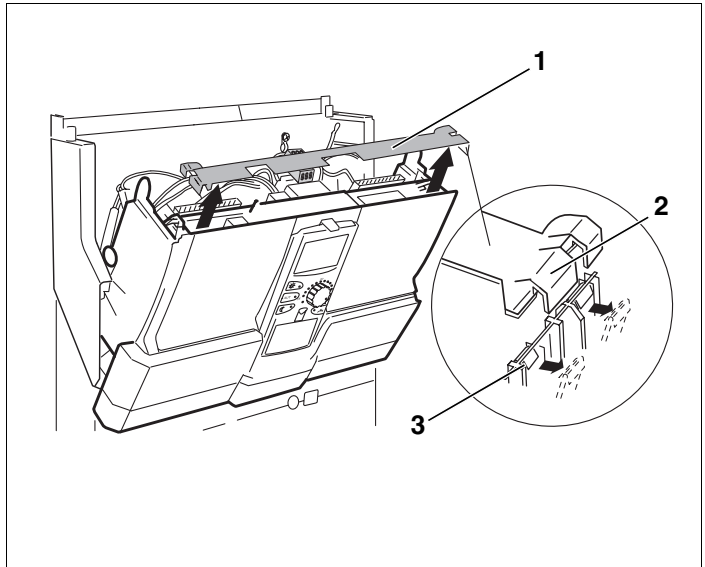

Bild 4 Querleiste ausbauen
Zum Ausbauen der Querleiste (→ Bild 4, [1]) benötigen Sie einen Schraubendreher.
- Querleiste an einer Seite lösen. Dazu mit dem Schraubendreher eine der beiden Verklammerungen (→ Bild 4, [3]) nach außen herausdrücken.
- Querleiste an einer Lasche (→ Bild 4, [2]) anheben.
- Querleiste (→ Bild 4, [1]) abnehmen.